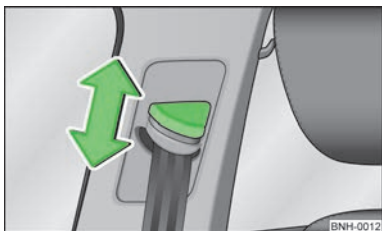

Abb. 81
- Den Umlenkbeschlag drücken und in die gewünschte Richtung nach oben oder unten schieben » Abb. 81.